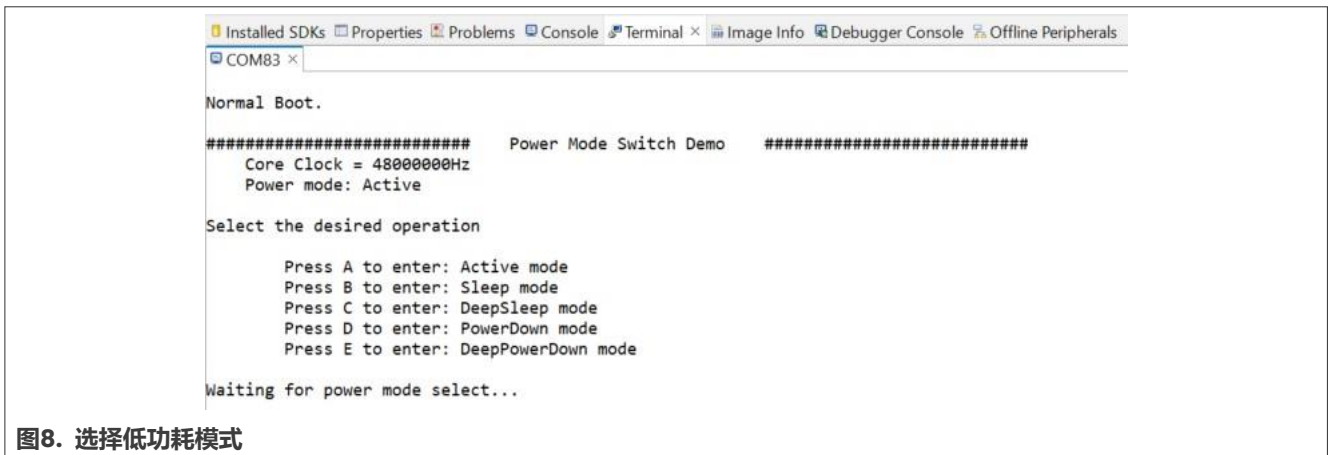

图8. 选择低功耗模式
2. 按照图8中的提示，输入A至E中的一个键以进入不同的低功耗模式。